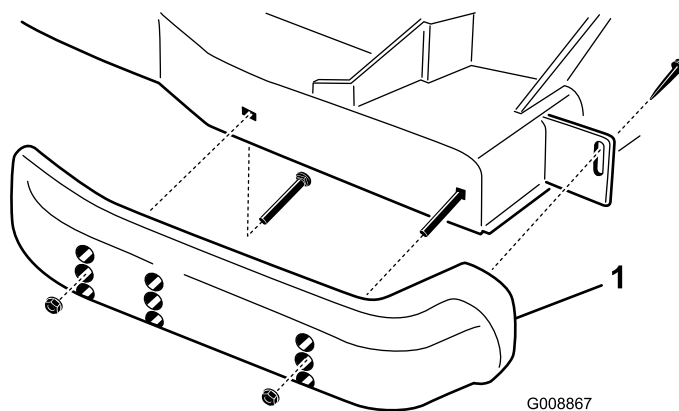

Figura 26
1. Desaperte o parafuso na frente de cada dispositivo anti-danos (Figura 26).
2. Retire os parafusos com cabeça de flange e as porcas de cada dispositivo anti-danos (Figura 26).